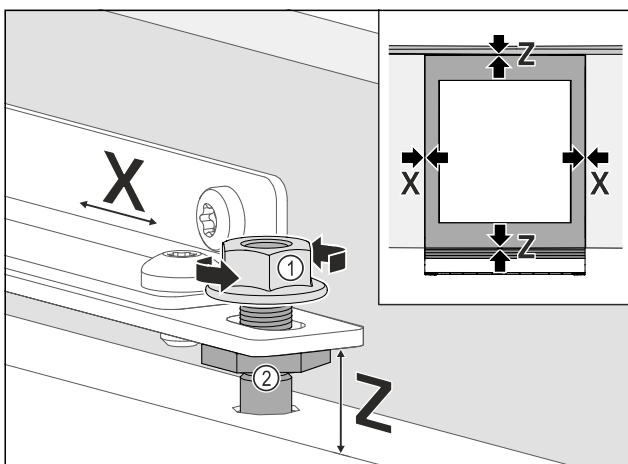

Fig. 94
- ▶ Aliniați lateral ușa mobilierului: Slăbiți contrapiulița Fig. 94 (1), deplasați ușa mobilierului în direcția X.
- ▶ Strângeți contrapiulițele Fig. 94 (1).
- ▶ Aliniați ușa mobilierului pe înălțimea Z și pe înclinarea laterală: Reglați bolțurile de reglare Fig. 94 (2).